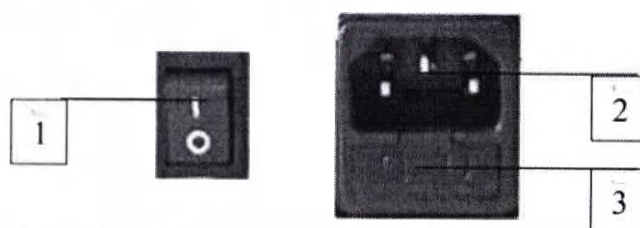

Рисунок 16. Элементы питания (задняя панель)
7. Присоедините сетевой шнур к сетевому гнезду, включите сетевой шнур в розетку и переведите клавишу питания в положение «I».(см рис.16)